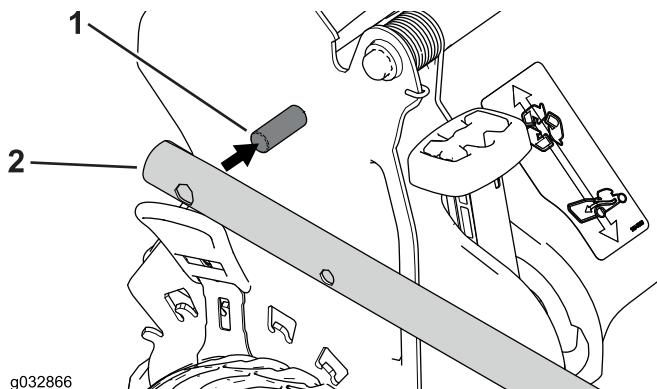

Рисунок 4
- Вставьте торцевые части рукоятки в корпус газонокосилки так, чтобы штифт, прикрепленный к каждому кронштейну рукоятки, находился в нижнем отверстии соответствующей торцевой части рукоятки (Рисунок 4).